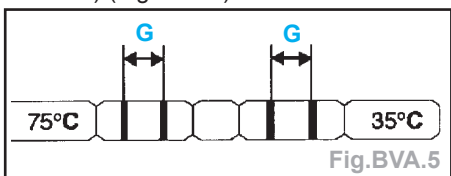

Fig.BVA.5
- Le remplissage s'effectue par l'orifice jauge (A).
- 5 Lorsque la température $75^{\circ}\text{C} \pm 1^{\circ}\text{C}$ est atteinte, retirer la jauge, le niveau doit se trouver dans la zone des deux graduations supérieures (G) (côté 75°C) (Fig.BVA.5).